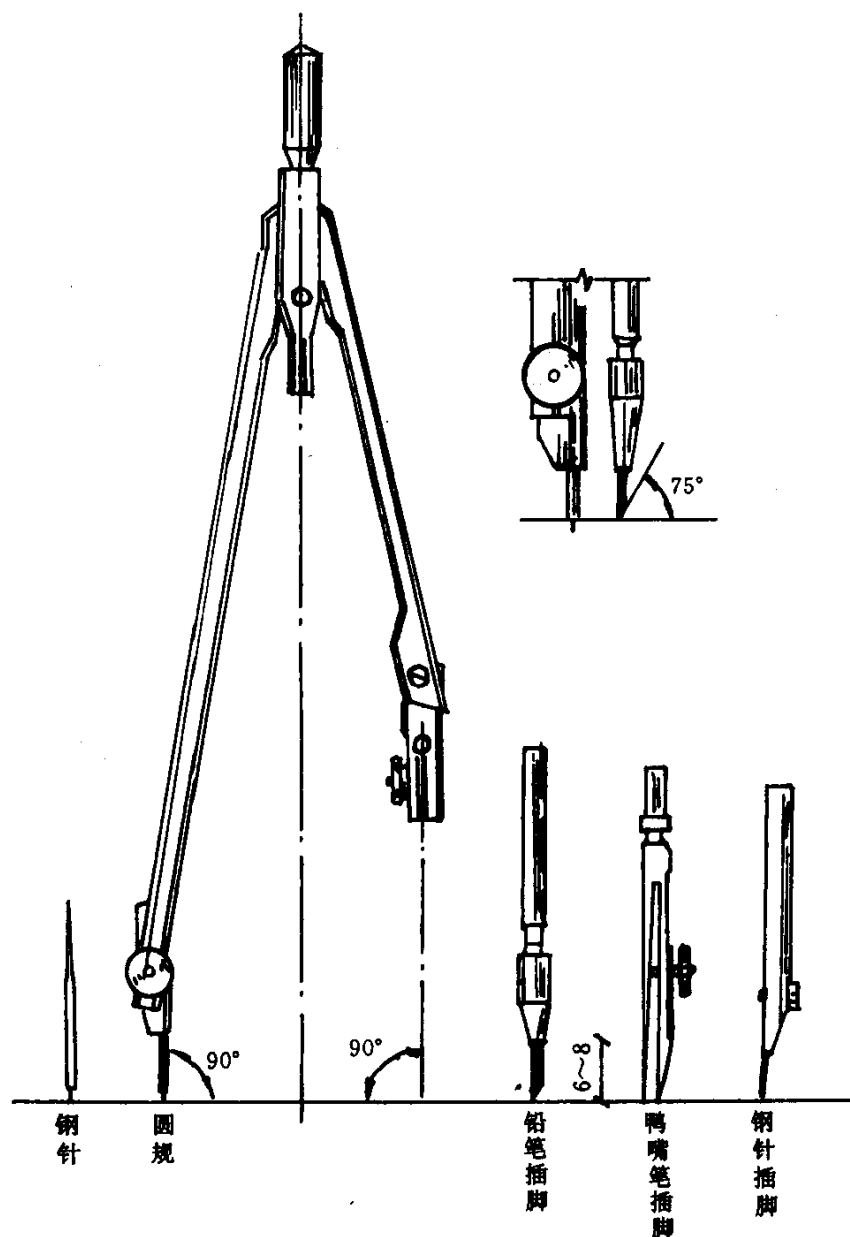
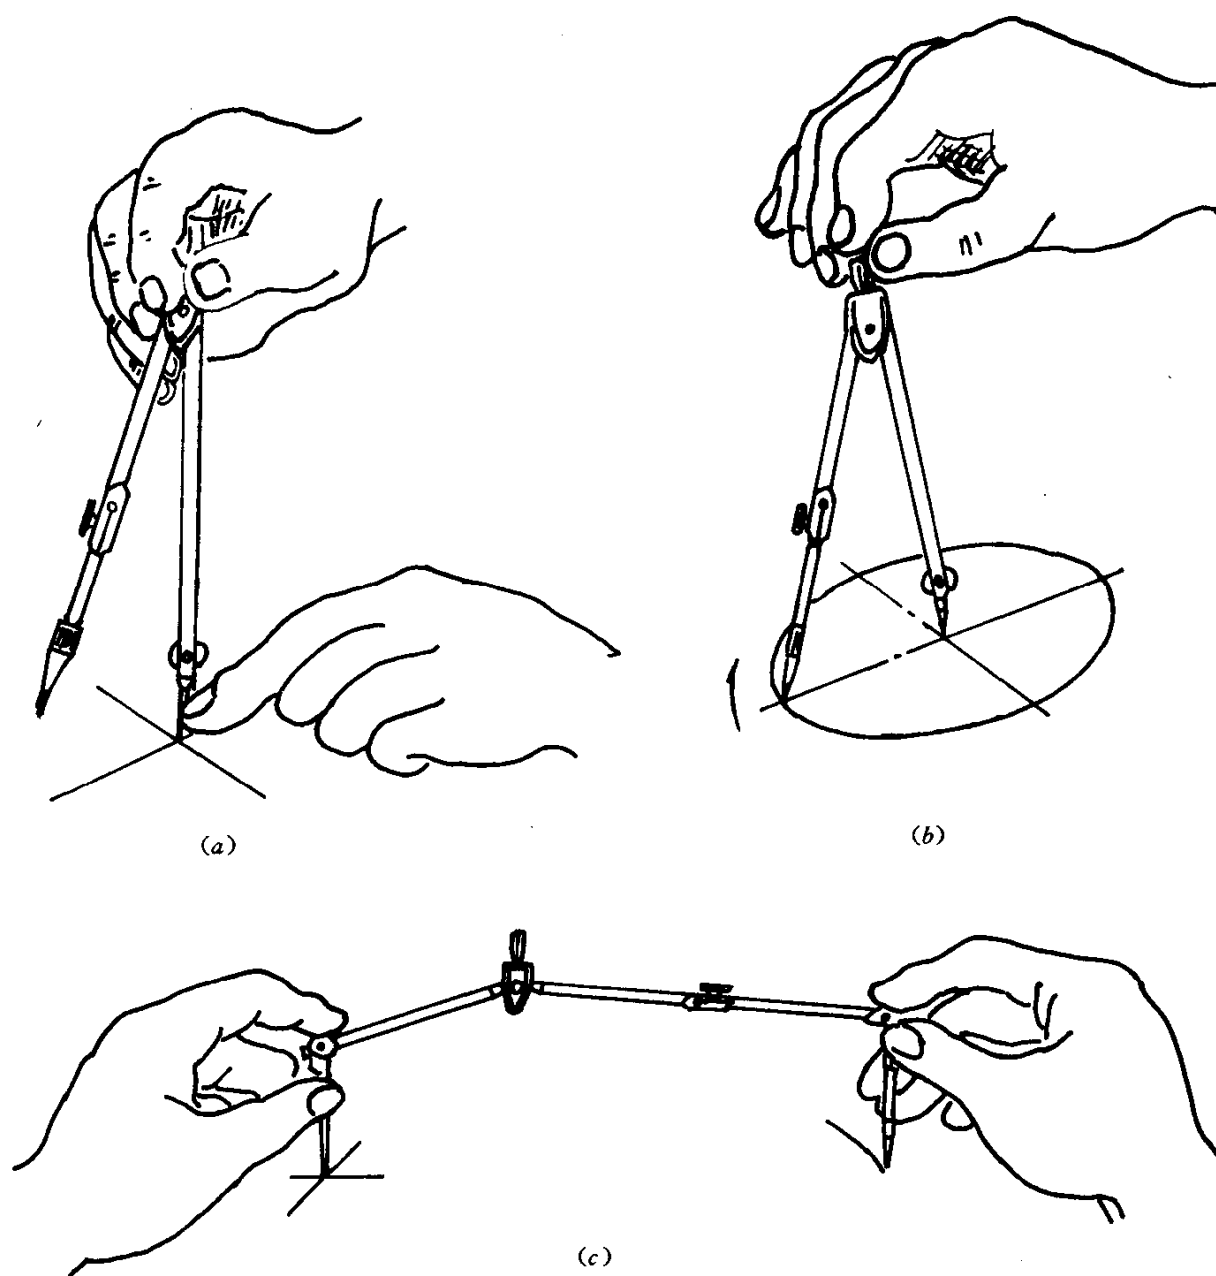

图 1-6 圆规及其插脚
图 1-7 圆规用法
1. 圆规 圆规的主要用途是画圆和圆弧。常见的是三用圆规。(图 1-6)在圆规的一个脚上换上带钢针的插脚可当分规用, 换上墨线笔插脚可画墨线圆。画大圆时可装上加长杆。画圆或圆弧的铅芯型号要比画同类直线的软一号, 画粗线的铅芯要磨成方头形, 画其它图线的铅芯要磨成圆锥形。画圆的方法, 首先把圆规针尖有台阶的一端准确放在圆心处, 然后用右手大拇指与食指顺时针转动圆规手柄, 圆规转动时要略向前倾, 一次画完, 不清晰的可逆时针转回 [图 1-7(a)(b)]。画大圆时要注意使针尖和铅芯都垂直于纸面, 左手按住针尖, 右手转动另一脚画出 [图 1-7(c)]。